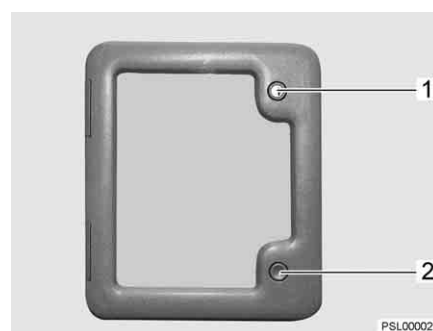

Fig. 5 Cassette Thetford portillon extérieur
- Insérer la clé dans le barillet du verrou à pression (Fig. 5,1) et la tourner d'un quart de tour dans le sens inverse des aiguilles d'une montre.
- Appuyer du pouce sur les deux verrous à pression (Fig. 5,1 et 2) en même temps et ouvrir le portillon extérieur.
- Insérer la clé dans le barillet (Fig. 5,1) et la tourner d'un quart de tour dans le sens des aiguilles d'une montre.